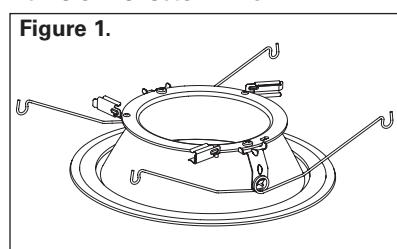

Figure 1.
1. Rotate side clips (3) on trim (E) outwards. (Figure 1)
1. Tournez les pinces latérales (3) sur la garniture (3) vers l'extérieur. (Figure 1)